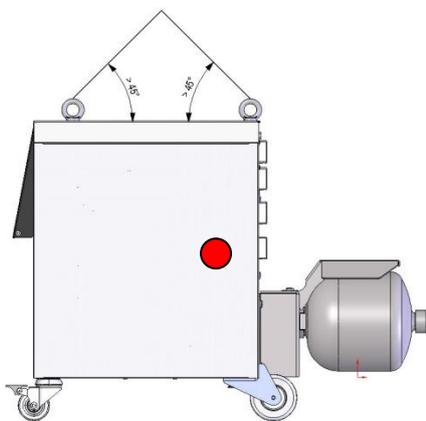

Рис. 6: Точки упора
2. Убедитесь в том, что переключающее устройство подвешено прямо, учитывайте смещенный центр тяжести (→ ● Рис. 6).